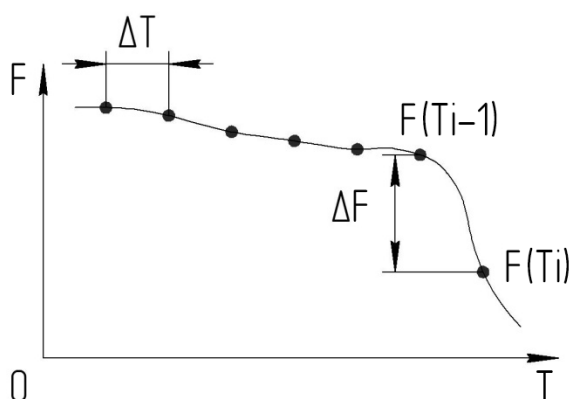

Рисунок 3.1.2.35
- «Спад от максимума» – критерий, определяющий спад усилия от достигнутого максимального значения, выраженный в процентах (см. рис. 3.1.2.36). Данный критерий регистрирует разрушение пластичных материалов с плавным спадом усилия после разрушения;